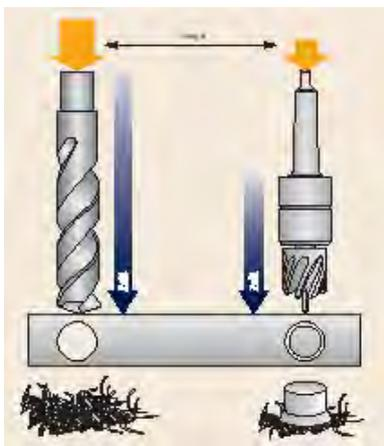

Рис. 1
- Сверление отверстий спиральными сверлами диаметрами более 20 мм существенно снижает производительность (см рис. 1 стр. 2), а также ресурс электропривода примерно в 8 раз.